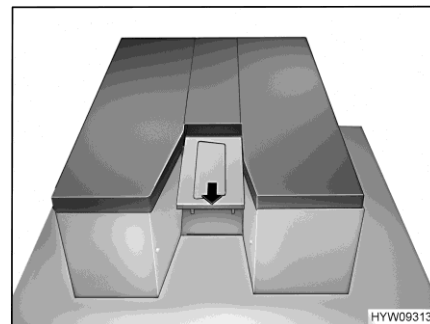

Fig. 81 Estrazione della prolunga
- Estrarre l'ampliamento (Fig. 81). Insieme all'ampliamento viene estratta anche la scaletta.